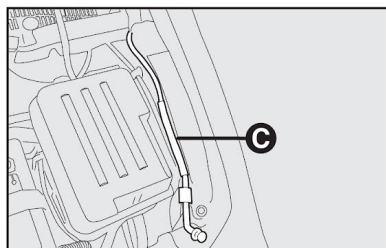

fig. 94
- 3) Levantar o capô segurando-o pela parte central e, simultaneamente, soltar a vareta de suporte do seu dispositivo de bloqueio **C-fig. 94**;